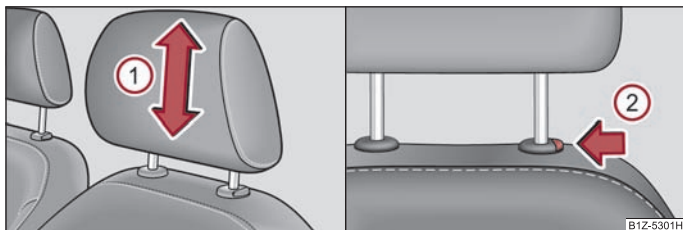

Fig. 48 Ajustar/retirar el reposacabezas
- Debe asir el reposacabezas por los lados con las dos manos y desplazarlo en el sentido de la flecha ① ⇒ fig. 48 hacia arriba o hacia abajo.
- Si desea desplazar el reposacabezas hacia abajo, pulse la tecla de seguridad en dirección de la flecha ② con una mano y presione con la otra mano el reposacabezas hacia abajo.
- Pulse la tecla del seguro en el sentido de la flecha ② ⇒ fig. 48 y extraiga el reposacabezas.